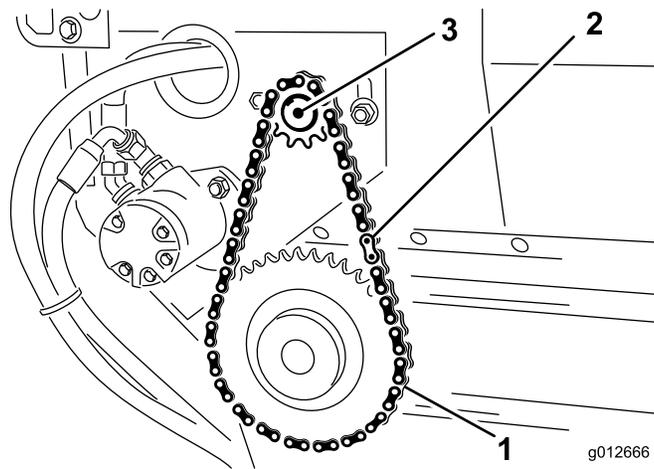

Рисунок 21
2. Снимите с цепи замыкающее звено и снимите цепь с маленькой звездочки (Рисунок 21).